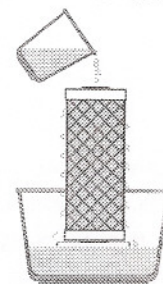

Рис. 2
3. Герметично закрыть одно из отверстий картриджа, установить картридж в подходящую емкость (миску, таз) на подставку и пролить через него 1.5 л горячего (до 80°C) 3 % раствора лимонной кислоты (рис. 2), заливая его порциями до верха;